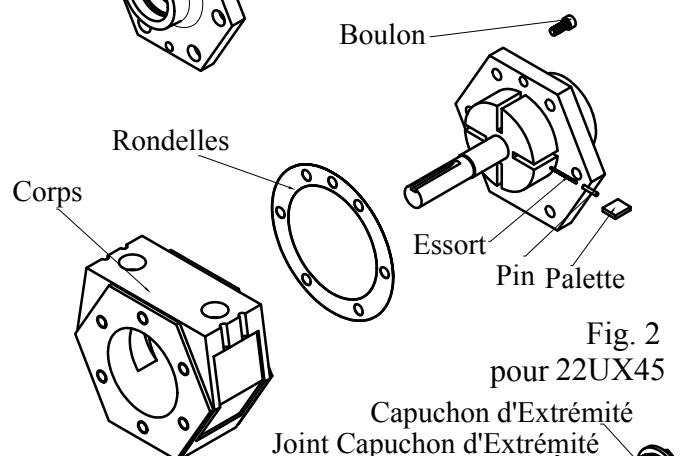
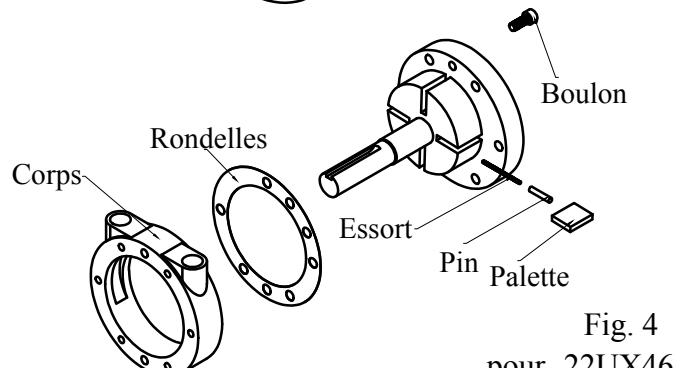
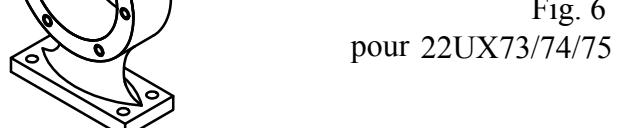

Fig. 2
Fig. 4
Fig. 6
5. Retirez le corps et les palettes. Voir fig. 2, fig. 4, fig. 6.